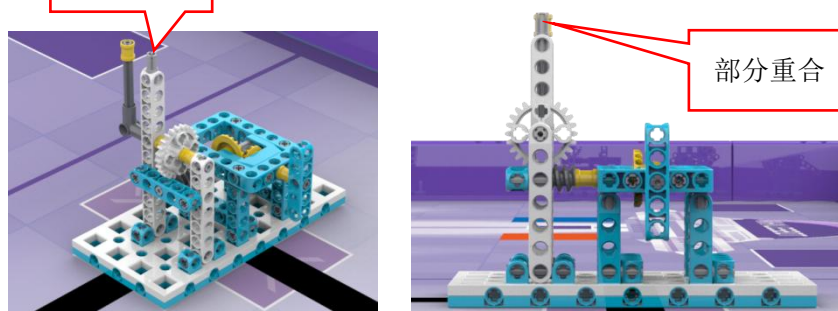

图 9 完成状态示意
(2) 得分标准：正视时，指针（黄色轴套）与两倍销有部分重合，得 50 分，如图 9。